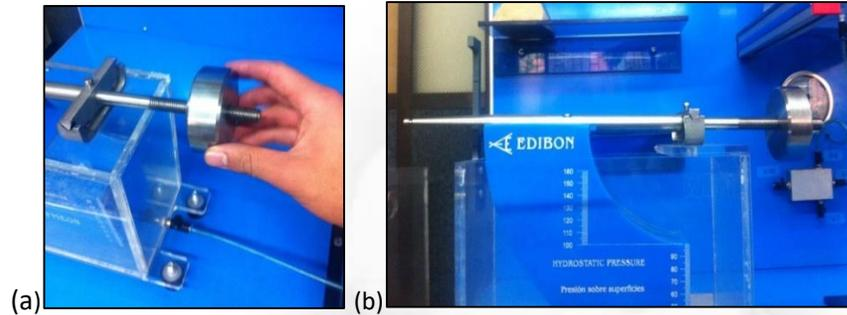

Figura 9. Nivelación del brazo basculante (Fuente: Propia)
4.1.5. Nivelar el brazo basculante mediante el contrapeso ajustable (C) (Figura 9)